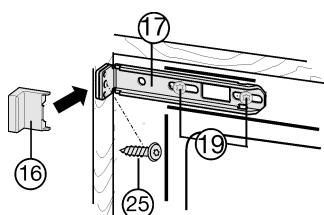

Fig. 17
- ▶ Desserrer un peu les vis Fig. 17 (19).
- ▶ Visser l'étrier Fig. 17 (17) supérieur à l'aide d'une vis à panneaux de particules Fig. 17 (25) ø4x19 sur la paroi du meuble.
- ▶ Casser l'extrémité du cache Fig. 17 (16) qui dépasse.
- ▶ Bien serrer les vis Fig. 17 (19).
- ▶ Remettre le cache Fig. 17 (16).